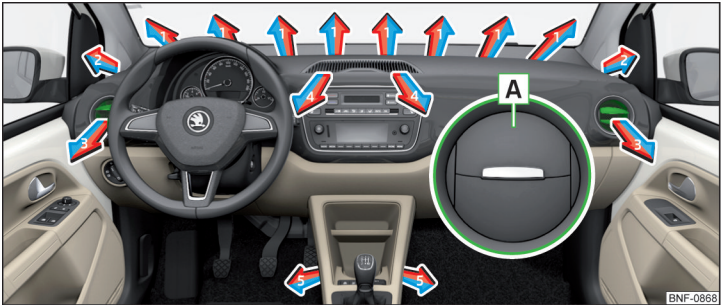

Fig. 89 Difusores de ar
Nos difusores de ar 3 » Fig. 89 é possível alterar a direção do fluxo de ar e os difusores também podem ser fechados e abertos individualmente.
- » Para **abrir**, pressionar sobre o rebordo exterior da lamela na zona **A** » Fig. 89.
Regule a direção da saída de ar	Difusores de ar » Fig. 89